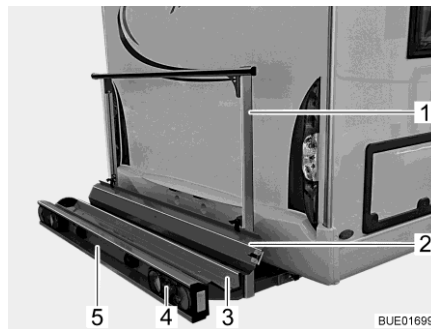
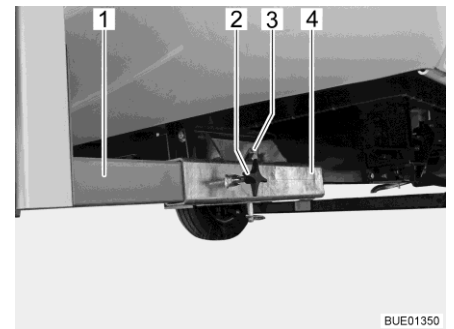

Fig. 5 Portapacchi
Fig. 6 Fissaggio al veicolo
Il portapacchi (Fig. 5) consente il trasporto di una motocicletta o di un motorino con un peso fino a 130 kg.
- Vasca di trasporto (Fig. 5,3) e staffa di supporto (Fig. 5,1) con fissaggio al veicolo (Fig. 6)
- Luci posteriori (Fig. 5,4)
- Luce targa del veicolo (Fig. 5,5)
- Guida di transito (Fig. 5,2)
Le due barre (Fig. 6,1) del portapacchi sono fissati mediante viti ad alette (Fig. 6,2) ai supporti quadri (Fig. 6,4) sul pavimento del veicolo. Il portapacchi è fissato tramite un bullone (Fig. 6,3) con anello di arresto.